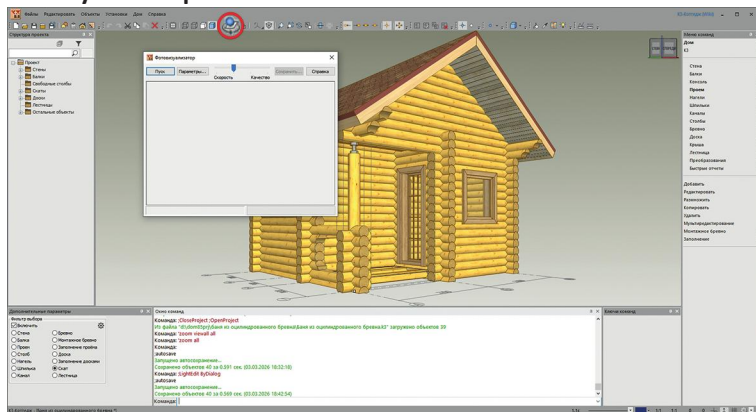

рис. 107
4. Для получения изображения с учётом падающих теней, отражений, и т. д., нажмите правой кнопкой мыши на кнопку  (выделена на рис. 107). Появится окно **Фотовизуализатор**.